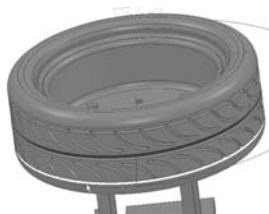
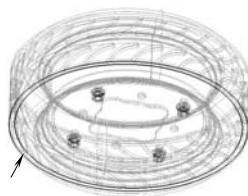

图 9-56 选择 5mm 宽环形槽侧面
图 9-57 编辑前的参考线 2
1) 创建参考线：参照步骤三第 1) 步的参考线创建方法，选择图 9-56 所示的 5mm 宽环形槽侧面，创建出图 9-57 所示的参考线 2。